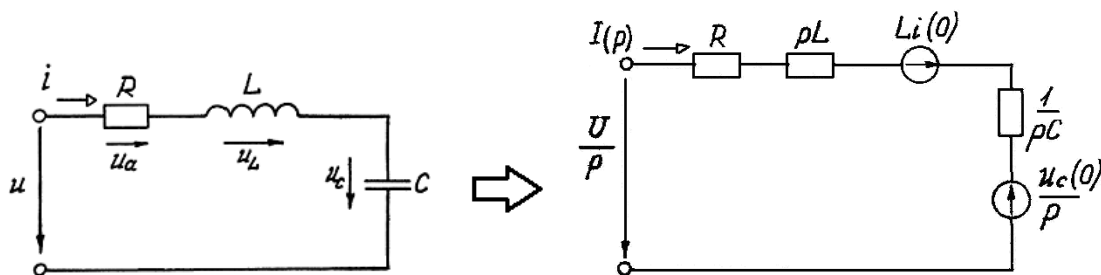

Рис. 3.8
2. После перевода условий задачи в операторную форму составляется операторная схема замещения. Пример показан на рис. 3.8.